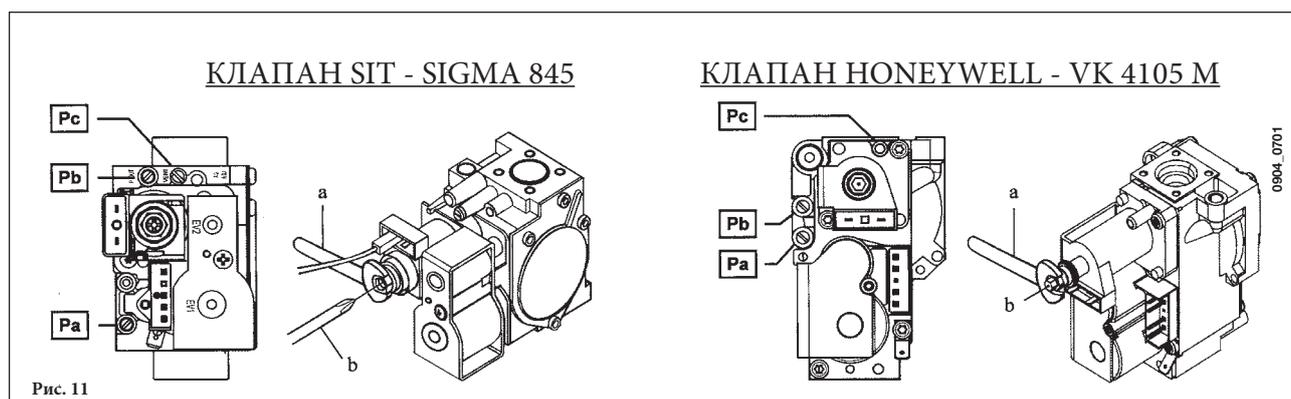

Рис. 11
Действия по калибровке регулятора давления могут различаться в зависимости от типа используемого в агрегате газового клапана (HONEYWELL or SIT; см. рис.11).
- подсоедините положительный вход дифференциального манометра (возможно использование водяного манометра) к контрольной точке газового клапана (**Pb**) (см. рис.11); подсоедините (только для котлов с герметичной камерой сгорания) отрицательный вход манометра к тройнику “Т”, объединяющему регулировочный выпускной канал котла, регулировочный канал клапана (**Pc**) и собственно манометр. Это же измерение можно провести путём подсоединения манометра к контрольной точке (**Pb**) после снятия передней панели котла с герметичной камерой; Если измерение выполняется способом отличным от вышеописанного, возможно получение ошибочного результата из-за неприятия в расчет разрежения в герметичной камере котла, создаваемого вентилятором.
- убедитесь, что динамическое давление подачи газа, измеренное в контрольной точке на входе клапана (**Pa**) (см. рис.11), соответствует норме (37 мбар для пропана G.31, 20 мбар для природного газа G20);
- e) Отрегулировать винт “Pмакси/Pмин” (рисунок 11) до получения величины давления, указанной в Таблице 1.
Для настройки давления на максимальной мощности используйте регулировочный винт “Pmax” (рис. 11), поверните его по часовой стрелке для увеличения давления на горелке и против часовой для уменьшения.
Для настройки давления на минимальной мощности используйте регулировочный винт “Pmin” (рис. 11), поверните его против часовой стрелки для увеличения давления на горелке и по часовой для уменьшения.